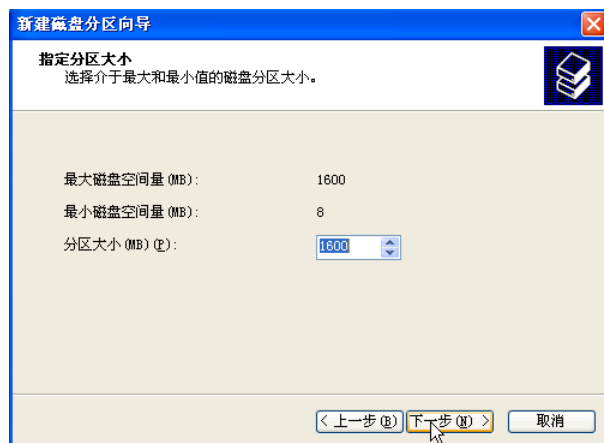

图 5-41 再分一个区
(13) 然后我们将第二个硬盘分区再分一个区, 如图 5-41 所示。